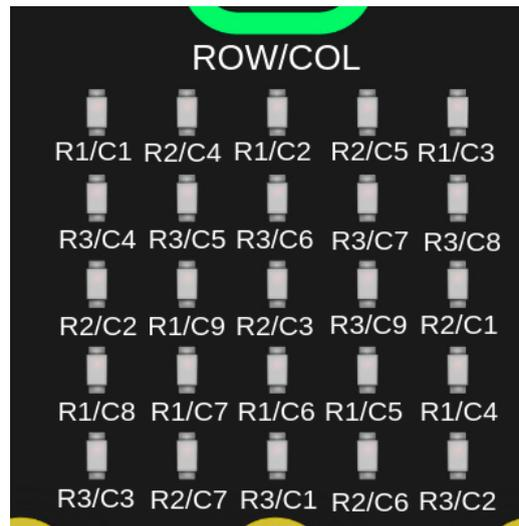

Figura 5: LEDs en Micro:bit
En la figura 5 se muestra una vista de los 25 LEDs y las señales ROW y COL que le corresponden a cada uno, donde Ri/Cj indica ROW_i/COL_j.
Por ejemplo, para encender el LED de más arriba a la derecha (figura 5) se debe poner ROW1 = '1' y COL3 = '0'. O sea que el pin 26 (ROW1) y el pin 10 (COL3) deben configurarse como salida y escribir un '1' en el pin 26 y un '0' en el pin 10.
- d. Modificar el código para que además parpadee el LED de más abajo a la izquierda de la placa (figura 5). Puede ser útil tomar como referencia el código `parpadeo.ino` disponible en el EVA).